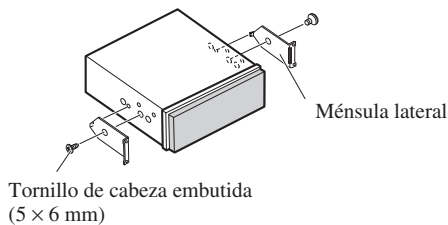

Fig. 8
2. Instale las ménsulas laterales. (Fig. 8)